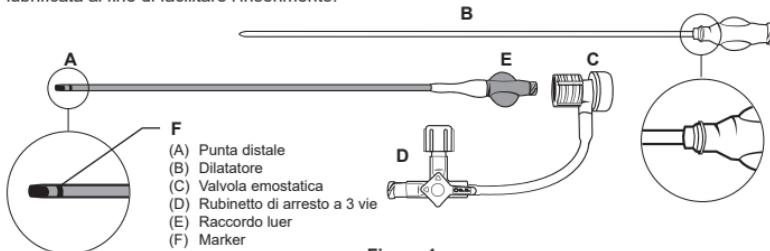
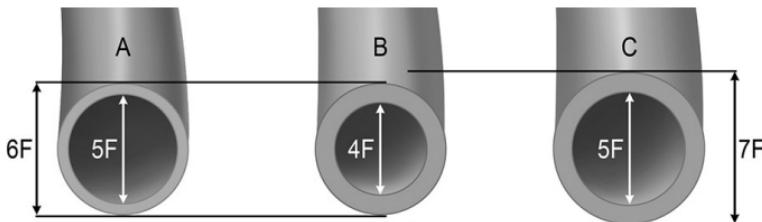

Figura 1
Figura 2: Design a parete sottile (A) della guaina 5F HALO ONE™ rispetto alle guaine standard da 4F (B) e 5F (C)
La guaina guida a parete sottile HALO ONE™ è costituita da una guaina a parete sottile (spessore della parete pari a 1 French in termini di diametro esterno rispetto alle guaine standard di dimensioni equivalenti in French) ed è realizzata con un tubo a lume singolo intrecciato, dotato di un raccordo luer femmina all'estremità prossimale e da una punta distale atraumatica (A) (Figura 1). Il design a parete sottile riduce lo spessore della parete della guaina per facilitare l'accesso intravascolare da siti di accesso che includono, tra gli altri, i vasi radiale, femorale, popliteo, tibiale e pedidio (Figura 2).